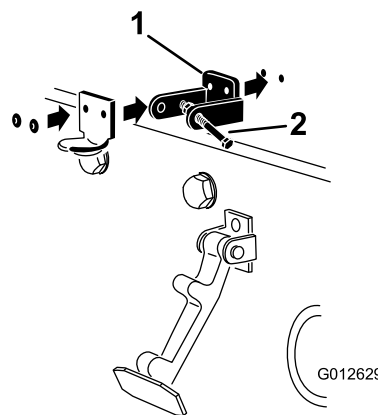

Figura 4
3. Ao alinhar os furos de montagem, posicione o suporte do trinco CE e o suporte do trinco do capot no capot. O suporte do trinco tem de estar contra o capot (Figura 4). Não retire o parafuso e porca do braço do suporte do trinco.
5. Aplique rebites nos suportes e nas anilhas ao capot (Figura 4).